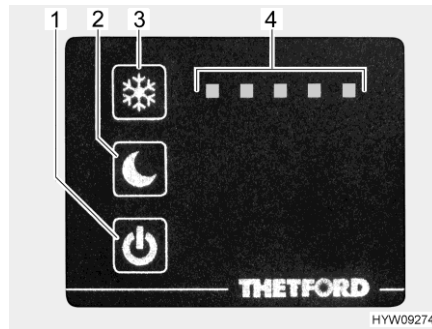

Fig. 79 Elementi di comando (frigorifero)
Accensione: ■ Premere il tasto On/Off (Fig. 79,1) e tenerlo premuto per circa 2 secondi. La spia di controllo blu indica che il frigorifero è in funzione. L'indicazione (Fig. 79,4) indica il livello di refrigerazione impostato. Questa indicazione viene smorzata dopo circa 10 secondi.
Spegnimento: ■ Premere il tasto On/Off (Fig. 79,1) e tenerlo premuto per circa 2 secondi. La spia di controllo blu si spegne lentamente.
Regolazione del livello di refrigerazione: ■ Premere il tasto di regolazione temperatura (Fig. 79,3) e tenerlo premuto per circa 1 secondo. Viene indicato il livello di refrigerazione attualmente impostato (Fig. 79,4).
■ Premere il tasto di regolazione temperatura (Fig. 79,3) fino a quando viene raggiunto il livello di refrigerazione desiderato.
Inserimento della modalità notte: ■ Premere il tasto modalità notte (Fig. 79,2). La spia di controllo blu indica che la modalità notte è attiva.
Disinserimento della modalità notte: ■ Premere il tasto modalità notte (Fig. 79,2). La spia di controllo blu si spegne. Il frigorifero funziona di nuovo in modalità normale.